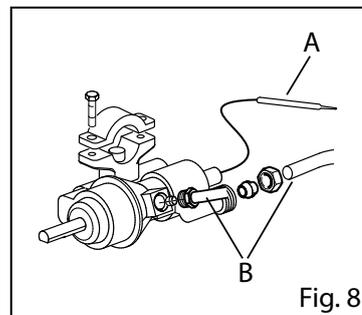

Fig. 8
- Sfilare il bulbo dal supporto (Fig. 8/A)
- Svitare i collegamenti entrata ed uscita gas (per es. Fig. 8/B)